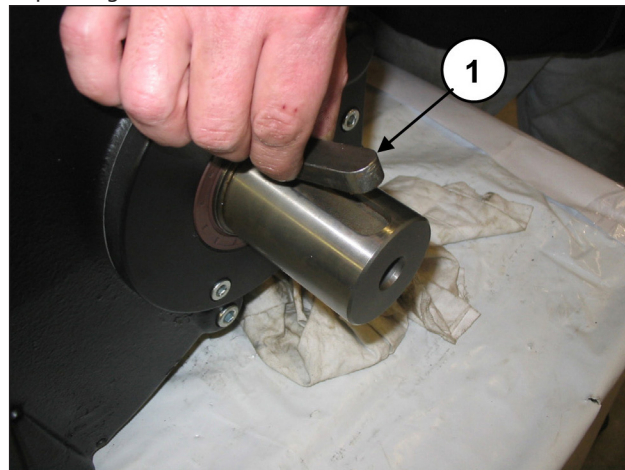

Fig. 2
Vidanger l'huile de la pompe et déposer la languette de l'arbre (rep. ①, Fig. 2).